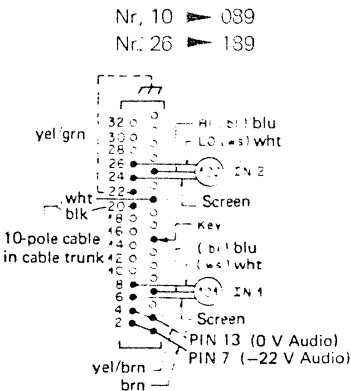

Fig. 6.2.-3
- gemäss Fig. 6.2.-3 und 6.2.-4 verdrahten.
- Meterprint abschrauben, Korrelations-Instrument befestigen und verdrahten nach Fig. 6.2.-5.